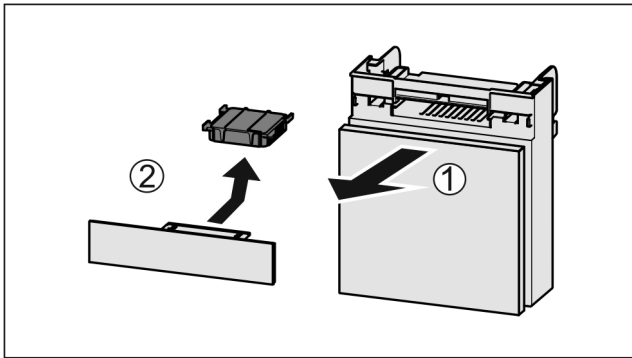

Fig. 98
- ▶ Потягніть Fig. 98 (1) відділення вперед.
- ▶ Витягнути Fig. 98 (2) фільтр з активованого вугілля.